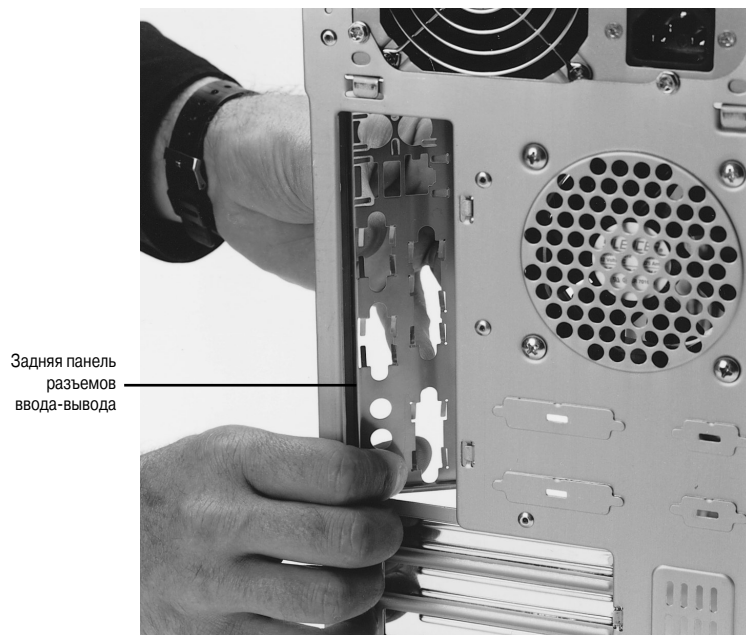

Рис. 22.14. Установка задней панели разъемов ввода-вывода
3. Установите заднюю панель разъемов ввода-вывода (рис. 22.14).